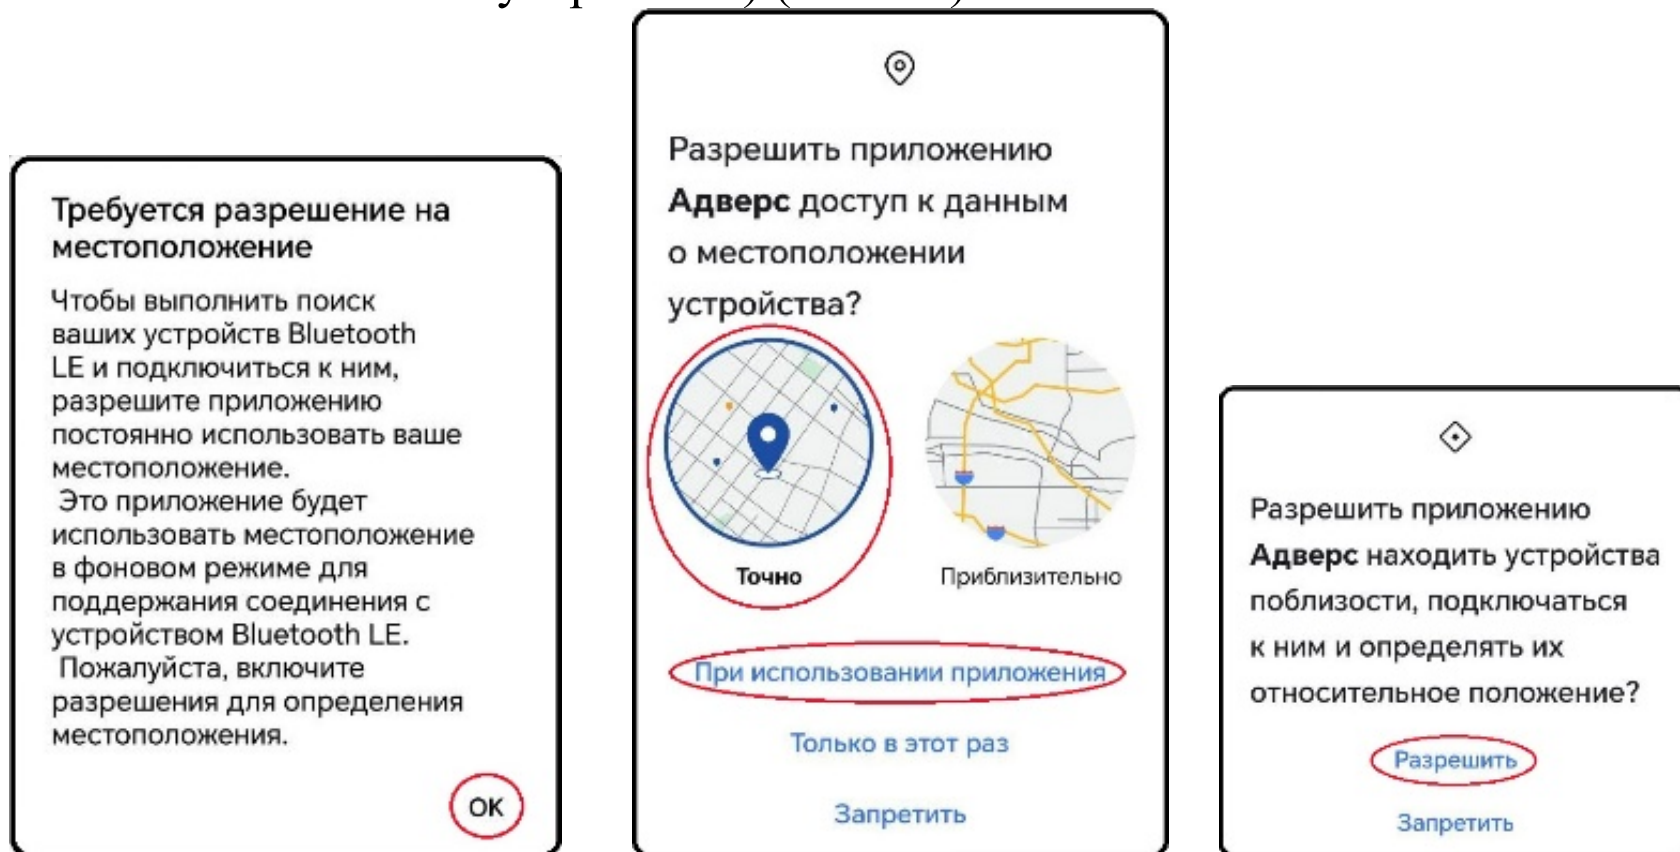

Рис. 23. Разрешение на доступ к данным о местоположении устройства
4. При запуске приложения подтвердите разрешение на доступ к данным о местоположении устройства (картинка может отличаться в зависимости от типа мобильного устройства) (Рис. 23).